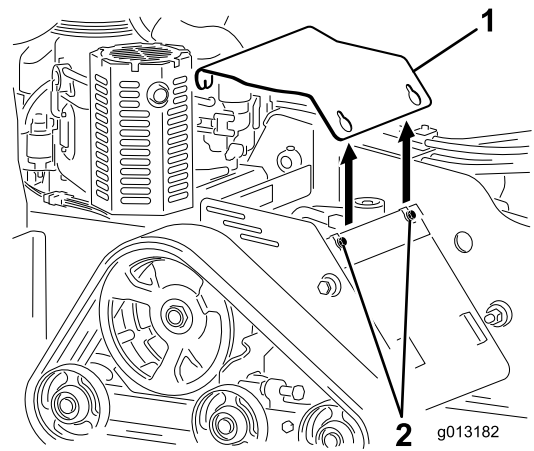

Figura 23
4. Desaperte os 3 parafusos que fixam a placa de cobertura à estrutura sequencialmente, até a cobertura ficar livre (Figura 23).
6. Para instalar a placa de cobertura antes de utilizar a máquina, deslize a placa de cobertura para o lugar e fixe-a com os 3 parafusos que desapertou anteriormente (Figura 23).